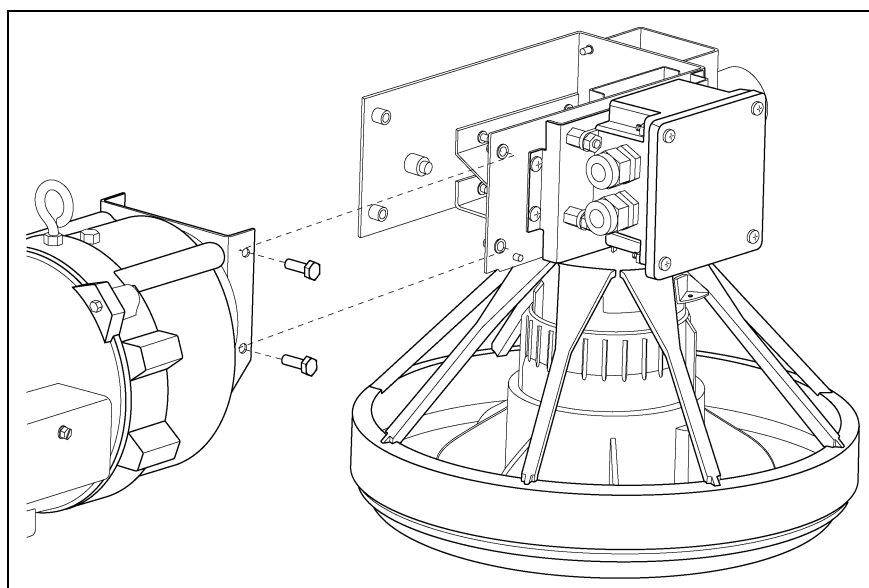

Рисунок 4O
2. С помощью четырех (4) болтов установите анкерную плиту обратно на управляющий лоток в сборе, как показано на Рисунок 4O. Может потребоваться сборка и регулировка некоторых узлов блока управления. Инструкции см. в разделе по сборке лоткового питателя на стр. 15.